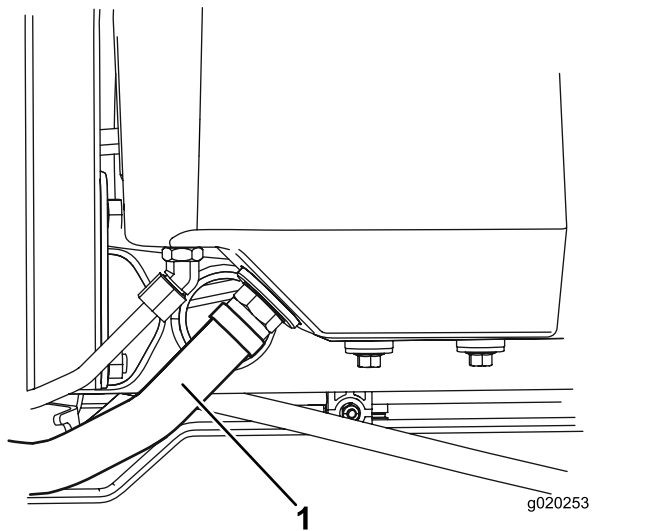

图 80
2. 断开大液压软管 (图 80) 与油箱的连接让液压油流入放油盘。